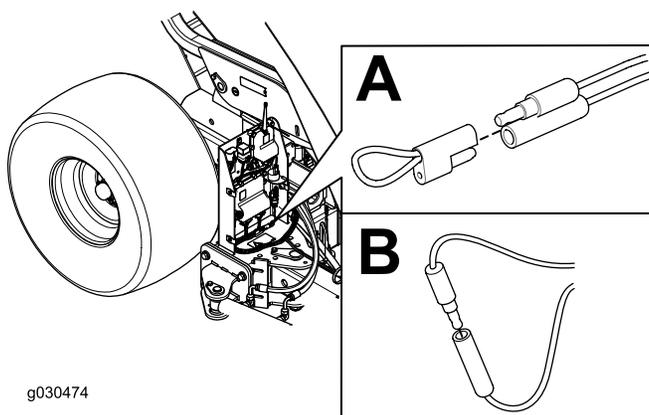

Рисунок 40
4. Снимите привязную крышку с двух диагностических замыкающих разъемов (Рисунок 40, А).
5. Соедините диагностические замыкающие разъемы друг с другом (Рисунок 40, В).